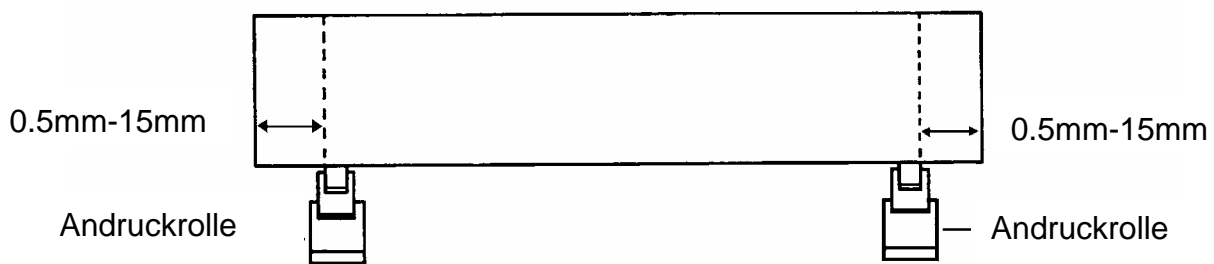

Abb. 2-23
1. Ist das Material weniger als 4 m lang, belassen Sie den Rand auf 0.5mm~15mm am linken und rechten Materialrand (siehe Abb. 2-23).